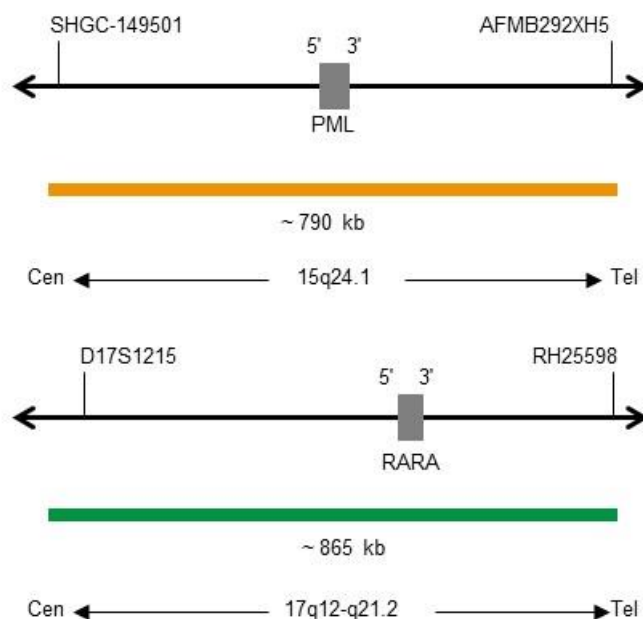

Fig. 1 Cima: SPEC PML Mapa da sonda; Baixo: SPEC RARA Mapa da sonda Mapa da sonda (sem escala)
- Polinucleótidos (~12 ng/ μ l) com marcação ZyGreen (excitação 503 nm/emissão 528 nm), dirigidos ao mapeamento de sequências alvo em 17q12-q21.2* (chr17:37,953,503-38,818,030) (ver Fig. 1).
- Polinucleótidos (~6 ng/ μ l) com marcação ZyOrange (excitação 547 nm/emissão 572 nm), dirigidos ao mapeamento de sequências alvo em 15q24.1* (chr15:73,910,690-74,699,298) (ver Fig. 1).